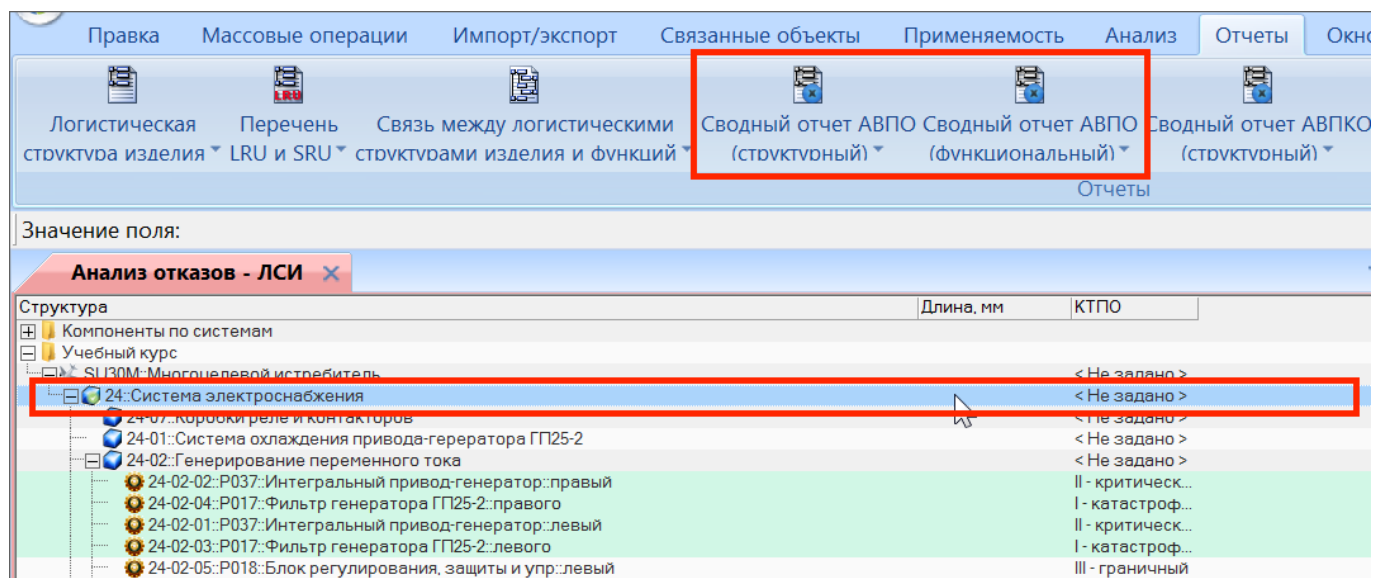

Рис. 10-318 – Вкладка «Отчеты» в рабочем окне «Анализ отказов – ЛСИ»
6) Переместить КО с помощью мыши из окна связанных объектов «Виды возможных конструктивных отказов» в окно связанных объектов «Возможные причины отказов» для ФО (1 и 2 на рис. 10-318). Отпустить кнопку мыши. Связь между КО и ФО будет установлена.